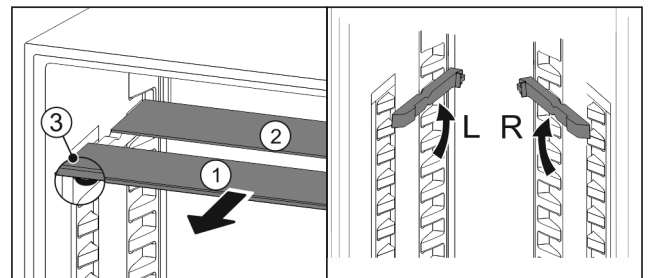

Fig. 102
- ▶ Glasplatten einzeln nach vorne herausziehen Fig. 102 (1).
- ▶ Glasplatte Fig. 102 (1) mit Zierleiste liegt vorne.
- ▶ Stopps Fig. 102 (3) zeigen nach unten.